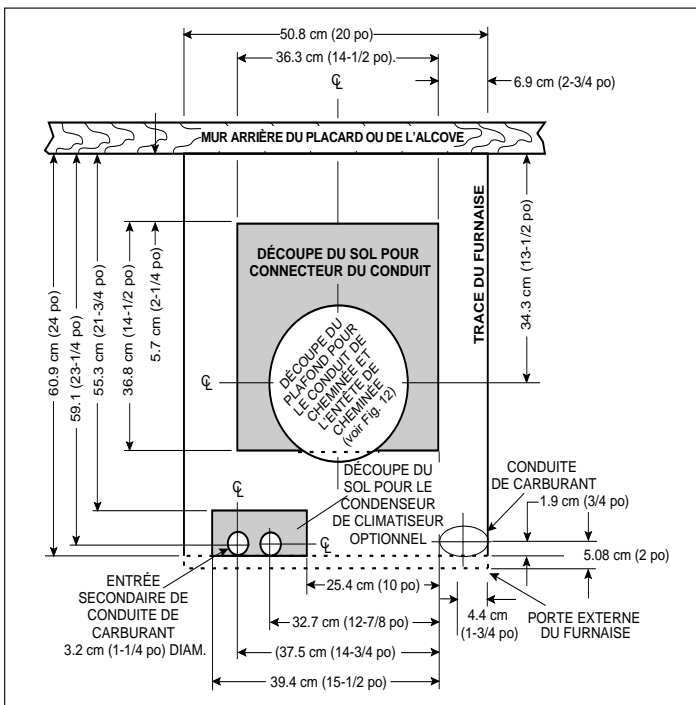

Figure 13. Emplacement des découpes
- Déterminer l'emplacement du centre du placard ou de l'alcôve (figure 13).
- a. Déterminer le centre de l'ouverture de l'entête de cheminée, mesuré à 343 mm (13-1/2 po) du mur arrière du placard ou de l'alcôve, le long de l'axe de l'ouverture du fournaise et de l'ouverture du sol (voir la figure 13).